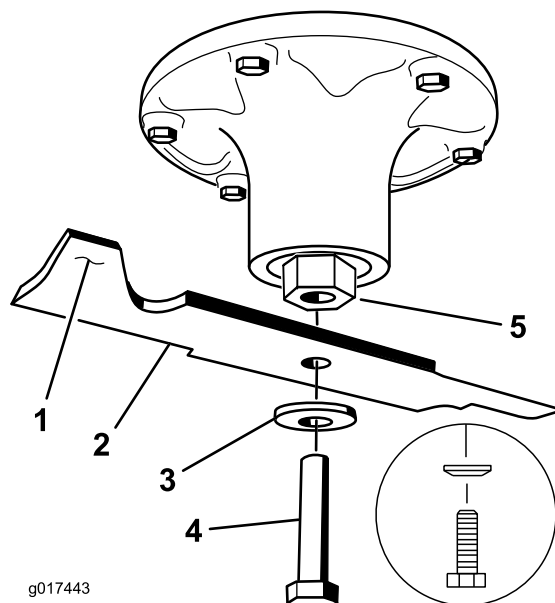

Figura 82
2. Retire del eje el perno de la cuchilla, la arandela curva y la cuchilla (Figura 82).